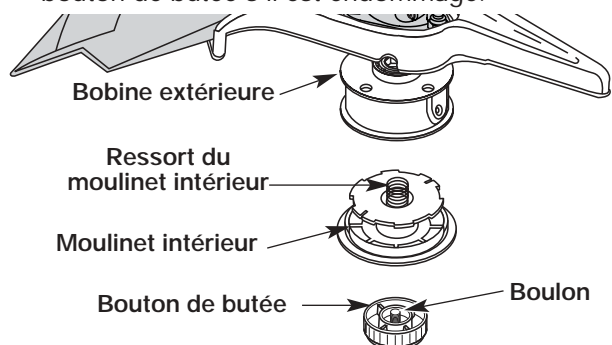

Fig. 24
1. Tenez la bobine extérieure d'une main et dévissez le bouton de butée vers à droite (Fig. 24). Inspectez le boulon à l'intérieur du bouton de butée pour vous assurer qu'il se déplace librement. Remplacez le bouton de butée s'il est endommagé.
2. Retirez le moulinet intérieur de la bobine extérieure (Fig. 24).
3. Retirez le ressort du moulinet (Fig. 24).
2. Retirez l'ancien moulinet intérieur de la bobine extérieure (Fig. 24).
3. Retirez le ressort de l'ancien moulinet intérieur (Fig. 24).